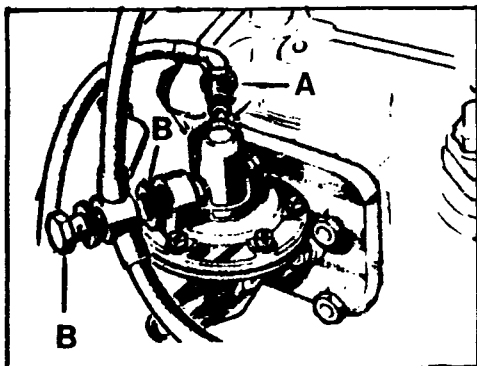

Fig. A1-7 Desmontaje de tuberías de entrada y salida de combustible a la bomba de alimentación
b) Tubería, A (Fig. A1-7) de entrada de combustible a la bomba de alimentación y el racord, B, de la tubería de salida.